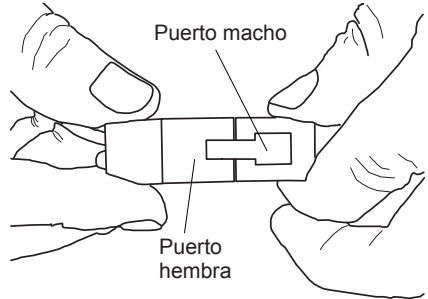

Figura 26 - Conexión del cable del soplador al conector del cable
9. Inserte el conector del ventilador (puerto macho) en el puerto hembra en el conector del cable. Esto protege la chaqueta en la chimenea (consulte la figura 26).